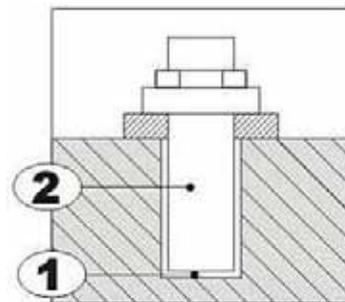

Fig. 9: Ancrage au sol
3. Fixez la machine au moyen de tirants d'ancrage (Fig. 9).